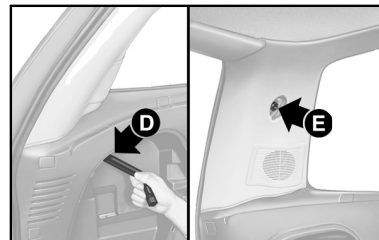

fig. 28
4) Utilizando a chave fornecida com o veículo para desmontar as rodas, desaparafusar os parafusos **D** e **E-fig. 28**;